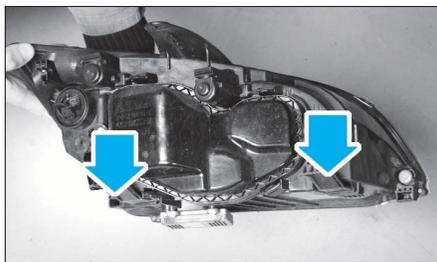

FIG. 16
- Enfoncer les 2 verrouillages (Fig.16) d'environ 1 cm et dégager le projecteur.